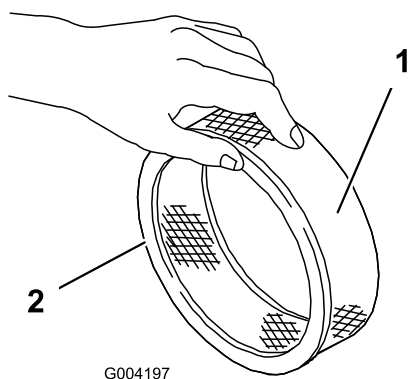

Figura 32
5. Inspeccione el elemento de papel por si estuviera roto, tuviera una película aceitosa o la junta de goma estuviera dañada (Figura 32).
1. Deslice cuidadosamente el prefiltro de gomaespuma sobre el elemento de papel (Figura 32).